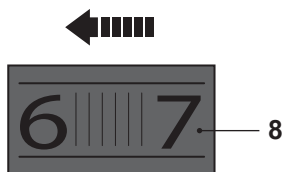

Fig. 13
- > Limite a velocidade máxima com o seletor de velocidade (8).
- > Rode o seletor de velocidade (8) para a esquerda (desde a perspectiva do utilizador) para aumentar a velocidade máxima (Fig. 13). Uma velocidade rápida é adequada para lixar com uma correia abrasiva de grão fino para obter um acabamento fino.